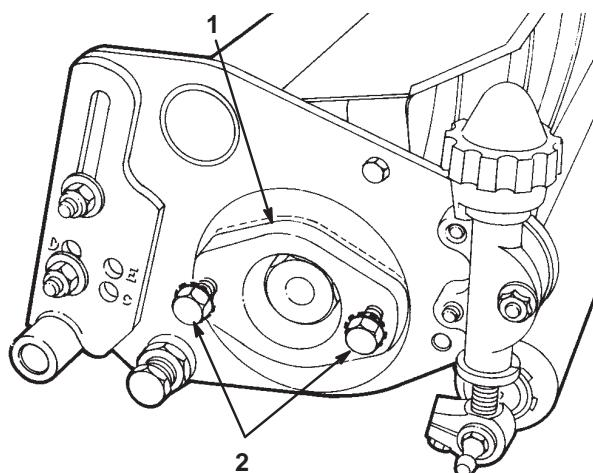

図18
3. カッティングユニット両側のベアリング・ハウジングから取り付けボルトを外す ( 図18 )。